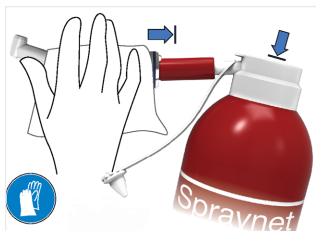

FIG. 6
5. Après avoir sélectionné la buse concernée, actionner le spray Spraynet (FIG. 6) sur l'intérieur de l'appareil.